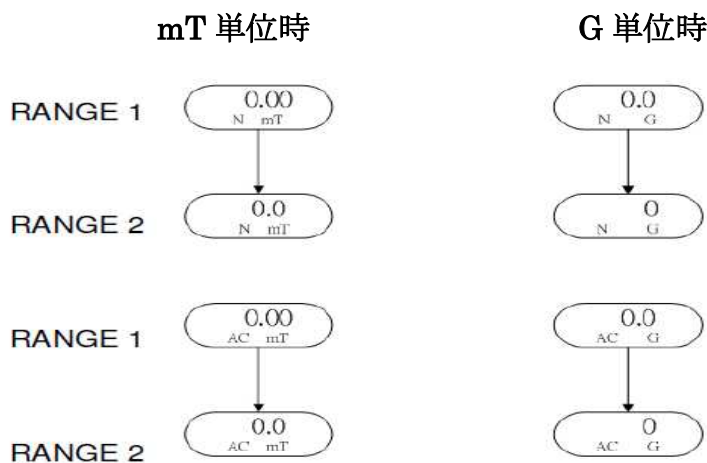

図4. 1 レンジの切り替え
- ② 測定対象により、「FUNCTION」(ファンクション)ボタンを長押しして測定モードを AC 又は DC に切り替えます。
- ③ 測定レンジを選択します。「RANGE」(レンジ)ボタンを長押しして“Range1”又は“Range2”に切り替えます。(図4. 1 レンジの切り替え)
- ④ 必要に応じて測定単位を切り替えます。この切り替えは6. 7項「磁気単位の設定」を参照してください。